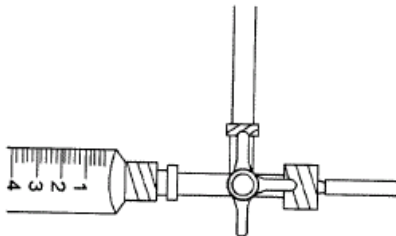

Figura A-7
1. Depois de ter enchido o manômetro, tude a válvula de segurança para ligar o manômetro ao recipiente da água (figura A-7).
5. Rode a válvula de segurança para ligar o manômetro à válvula (figura A-7)